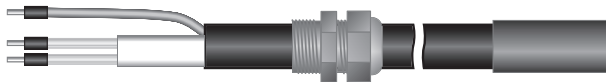

Рисунок 10
5.2.3. Окончательный вид соединительной и концевой муфт представлен на рис.10.